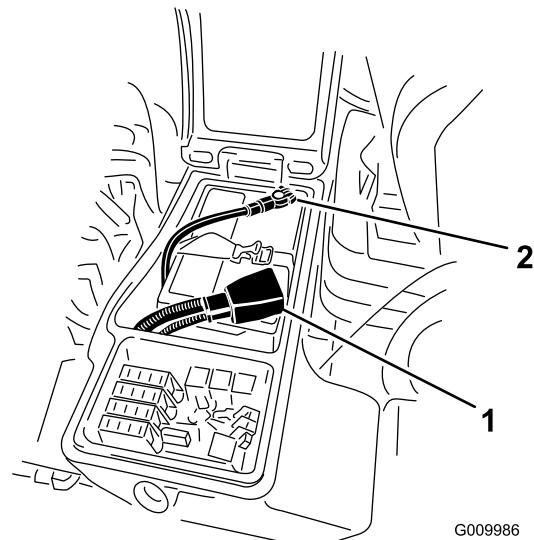

Figura 53
3. Rimuovete il cavo negativo (nero) dal morsetto negativo (-) e il cavo positivo (rosso) dal morsetto positivo (+) della batteria (Figura 53).
6. Collegate il cavo positivo (rosso) al terminale positivo (+) e il cavo negativo (nero) al terminale negativo (-) della batteria (Figura 53).